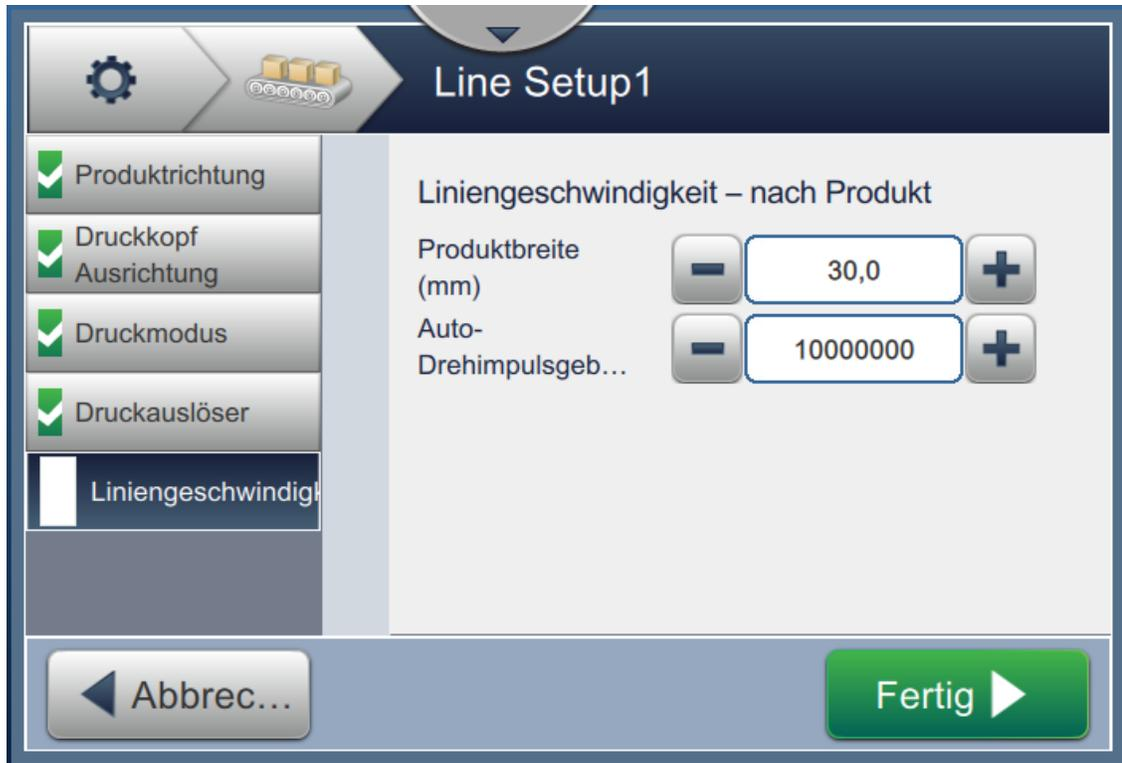

Abbildung 6-36: Liniengeschwindigkeit – Gemessen nach Produktionsgröße/Zeiteinstellungen
- Ändern Sie die gewünschten Parameter auf dem Bildschirm „Einstellungen“, wie dargestellt in Abbildung 6-36.